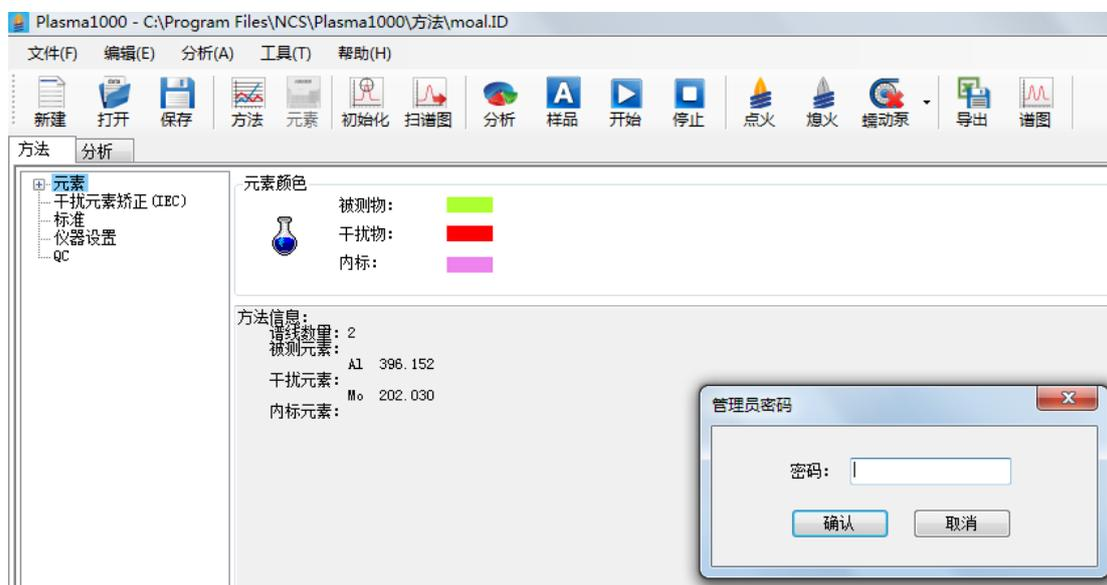

图 41 管理员密码输入窗口
系统管理是专门针对仪器管理员或管理者的，设置可以仪器的系统参数。点击**工具 (T)** 弹出对**管理员密码**对话框，管理员输入密码后进入系统管理，在这里可以设置或查看的内容有仪器初始化参数、点火参数、仪器参数和日志，如图 41~45 所示。